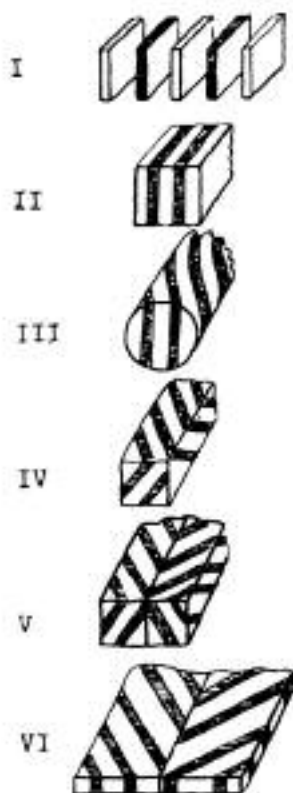

Рис. 6. Схема изготовления блока-прутика для получения углового узора по К. Бене
К. Бене, в свою очередь, показывает схему получения У-образного узора (рис. 6). Он брал три «железных» и две «стальных» пластинки одинаковой толщины (I), затем складывал их вместе (II), получая квадратный прутик. Этому прутику, стачивая лишний материал, К. Бене придавал цилиндрическую форму и скручивал его несколько раз вокруг продольной оси (III); затем из скрученного круглого прутика вырезал квадратный прутик. На поверхности последнего становились видны наклонные полоски, образованные «стальными» пластинками (IV). Так же изготовлялся второй прутик, но скручивался в направлении, противоположном первому.